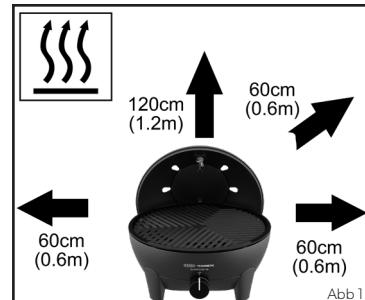

Abb.1
- Achten Sie darauf, dass das Gerät von allen brennbareren Materialien entfernt benutzt wird. Die Mindest-Sicherheitsabstände betragen: über dem Gerät = 1,2m, hinten und an den Seiten = 0,6m (Abb. 1).